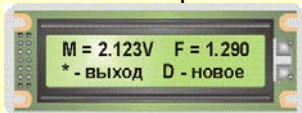

Рис. 9.11. Вид ЖКИ БУК в режиме «Калибровка»
по истечении времени, равного установленному периоду измерения, в память БУК запишутся новые значения параметров сигнала (амплитуды (M) и частоты (f)), которые высветятся на ЖКИ БУК в виде, приведенном на рис. 9.11.
- если значения записанных в память прибора параметров (рис. 9.11) не отличаются от значений п. 2 таблицы 4.1 паспорта прибора (ПС114\*\*.000-03) более чем на  $\pm 30\%$ , то необходимо записать полученные значения параметров в п. 3 таблицы 4.1 паспорта прибора (ПС114\*\*.000-03).
9.2.5.2.3. Ввести пароль «31284», после чего на ЖКИ высветится сообщение, приведенное на рис. 9.11.
После отпускания кнопки «ВВОД» сжатый воздух подается еще в течение 3-х секунд, в течение которых в память влагомера записываются новые, усредненные за 3с, значения параметров сигнала, которые высветятся на ЖКИ БУК в виде, приведенном на рис. 9.11;
9.2.5.2.5. Зафиксировать значения параметров сигнала (амплитуды (M) и частоты (f)), которые высветятся на ЖКИ БУК (см. рис. 9.11).
- в соответствии с указаниями 9.2.5.2.2 - 9.2.5.2.4 записать в память прибора параметры сигнала (амплитуды (М) и частоты (f)), которые высветятся на ЖКИ БУК в виде, приведенном на рис. 9.11.
- Если значения записанных в память прибора параметров (рис. 9.11) не отличаются от значений п. 2 таблицы 4.1 паспорта прибора (ПС114\*\*.000-03) более чем на  $\pm 50\%$ , то необходимо записать полученные значения параметров в п. 3 таблицы 4.1 паспорта прибора (ПС114\*\*.000-03);
- записать значение частоты (f), высвечиваемое на ЖКИ (см. рис. 9.11);